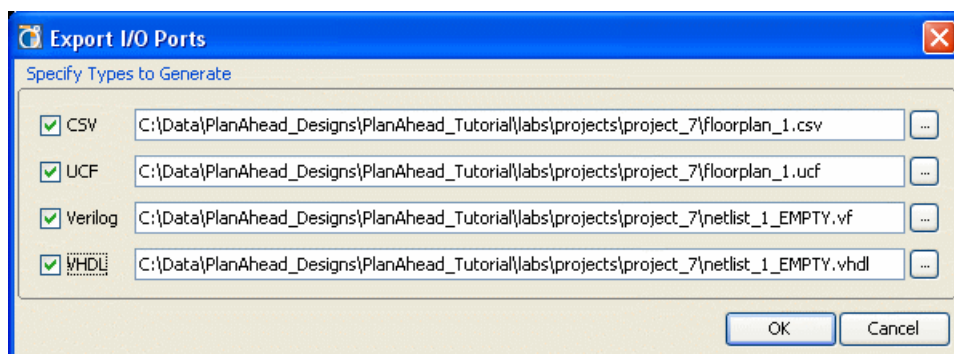

図 8-29： I/O ポート リストのエクスポート
1. I/O ポート リストの情報をエクスポートするには、[File] → [Export] → [Export I/O Ports] コマンドをクリックします。図 8-29 に示す [Export I/O Ports] ダイアログ ボックスが開きます。